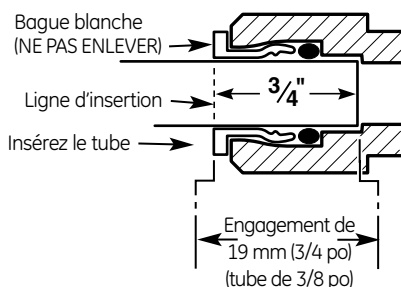

Fig. 9
4. Poussez fortement le tuyau dans chaque raccord du collecteur jusqu'à ce que la ligne soit au niveau du collier de raccord. (Si le tuyau est enlevé, recoupez l'extrémité, mesurez, marquez et ré-insérez). Le tuyau doit être bien inséré pour éviter les fuites (Fig. 9). **(Pour enlever le tuyau : Pressez et tenez la bague blanche; tirez le tuyau pour l'enlever.)**